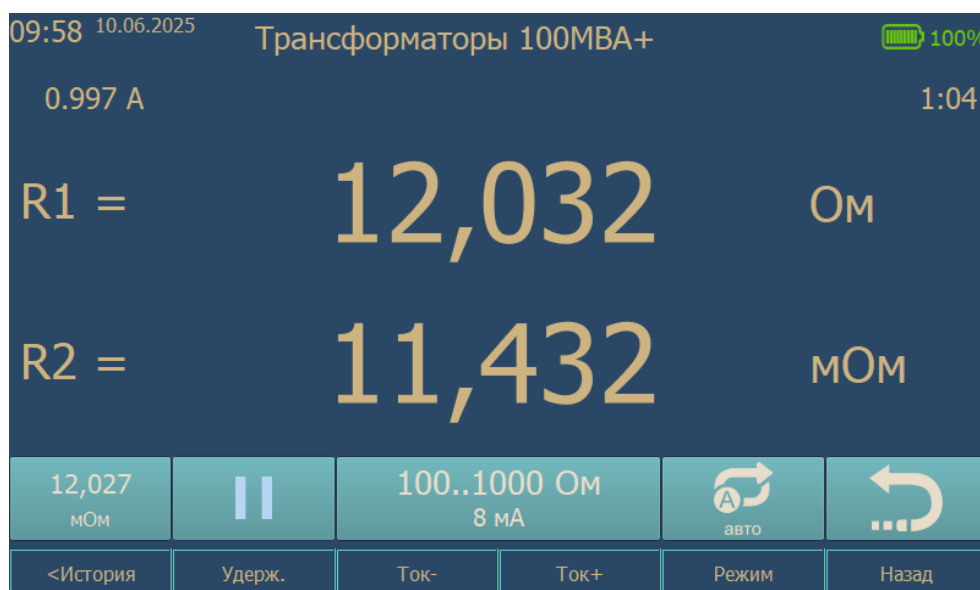

Рис. 12. Режим двухканального измерения сопротивления
2.5.3. Внешний вид экрана прибора в режиме двухканального измерения представлен на рис. 12.